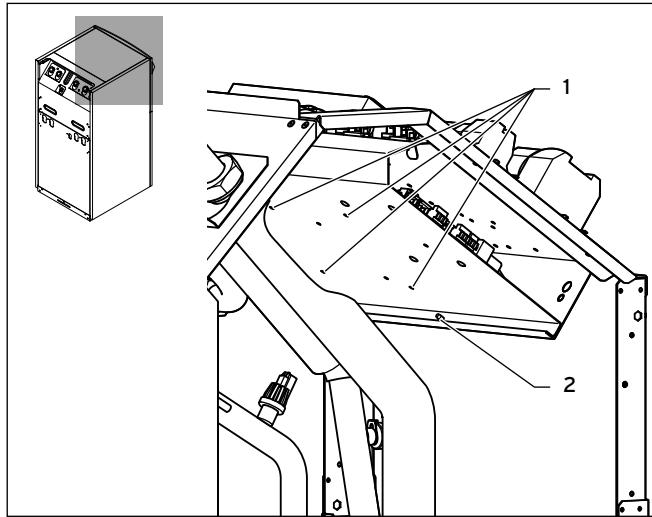

Fig. 4.4 Montage des éléments de fixation sur geoTHERM VWS/VWW/VWL-S ..1 et VWS ..4
- Branchez le câble d'entrée blanc (7) aux trois bornes de raccordement de droite (11).
- Branchez le câble de sortie noir (6) aux trois bornes de raccordement de gauche (12).
- Branchez le connecteur triple du câble de surveillance des phases de l'ASB (2) à la douille de surveillance de la suite des phases du compresseur.
- Reliez le connecteur du câble de surveillance des phases du compresseur (9) au connecteur double du câble de surveillance des phases de l'ASB (8).
- Montez le support de câble (10) à l'emplacement approprié dans la partie inférieure de l'armoire de commande afin de fixer le câble de surveillance des phases.
- Relevez de nouveau le niveau inférieur du coffret électrique et revissez la vis (→ **Fig. 4.4, rep. 2**).